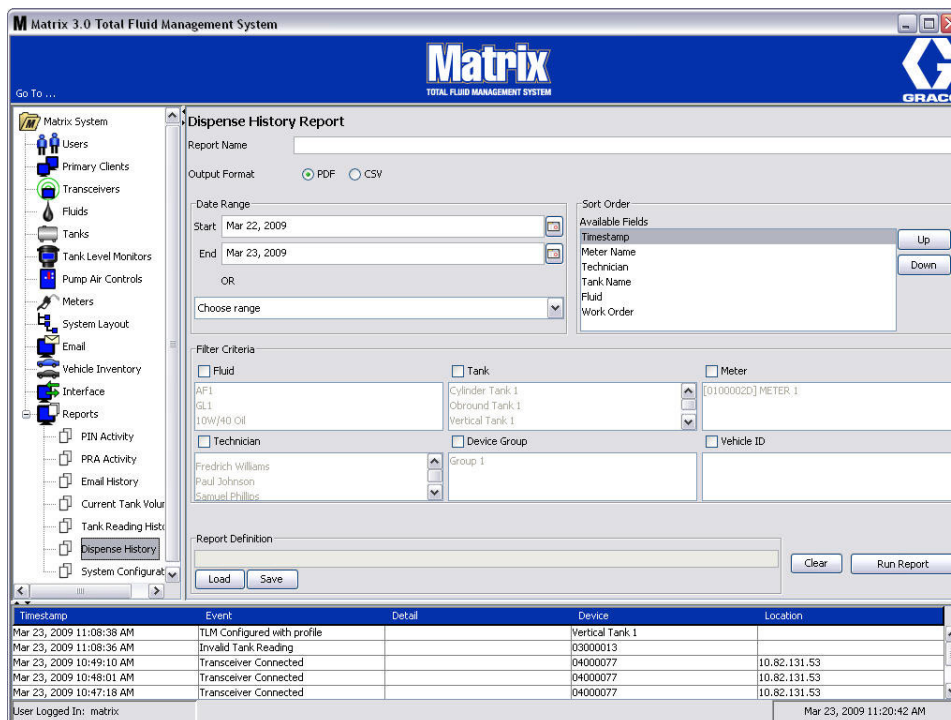

FIG. 175
- **Historial de (dispensación FIG. 175)**